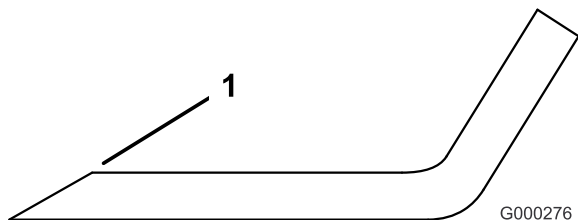

Figura 94
3. Inspeccione los filos de todas las cuchillas. Afilelos si están romos o tienen mellas. Afile únicamente la parte superior del filo y mantenga el ángulo de corte original para asegurar un filo correcto (Figura 94). La cuchilla permanecerá equilibrada si se retira la misma cantidad de metal de ambos bordes de corte.